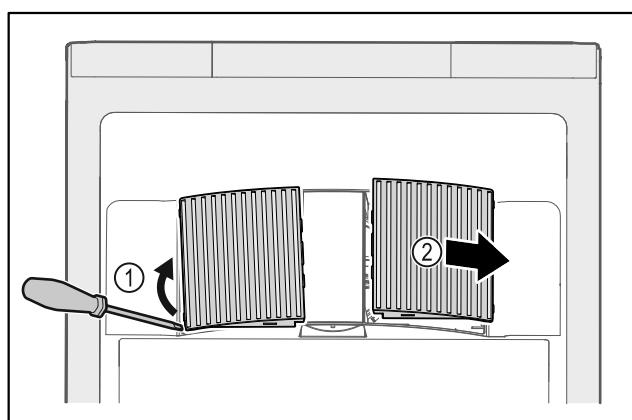

Fig. 58
- Кожух вентилятора обережно підважити зі сторони Fig. 58 (1) і витягнути рухом вперед Fig. 58 (2).